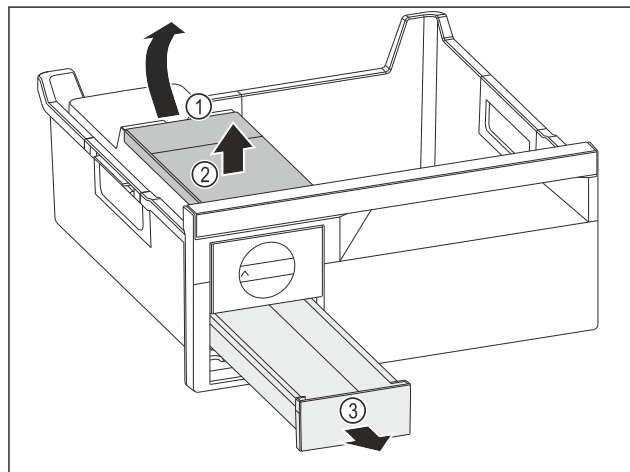

Fig. 142
- Ta ut vattenbehållaren: Lyft vattenbehållaren vid ursparingen Fig. 142 (1).
- Ta ut vattenbehållaren Fig. 142 (2) uppåt.
- Ta ut iskublådan Fig. 142 (3) framåt.